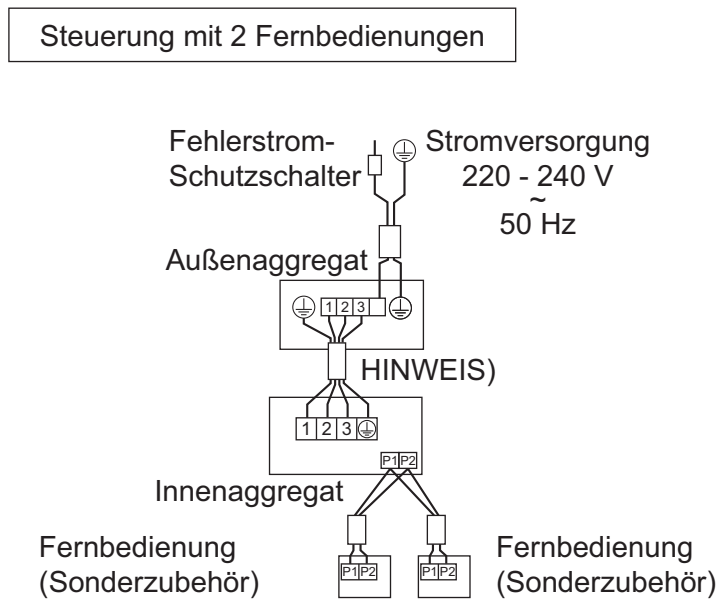

Abb. 45
- **Steuerung mit 2 Fernbedienungen:** Zur Steuerung von 1 Innengerät über 2 Fernbedienungen. **(Siehe Abb. 45)**